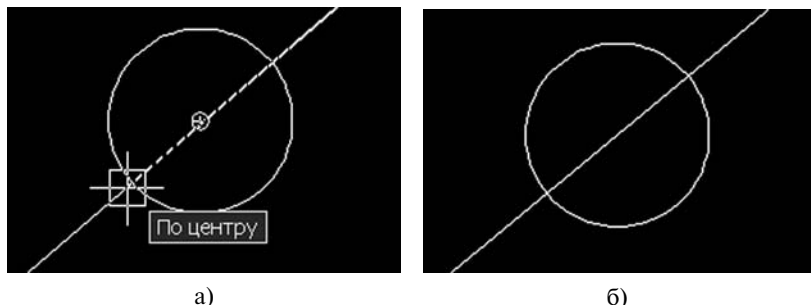

Рис. 3.18. Расположение прямой относительно окружности:
8. Навести линию на среднюю точку (рис. 3.18, а).
10. Нажать на «Enter» (рис. 3.18, б)